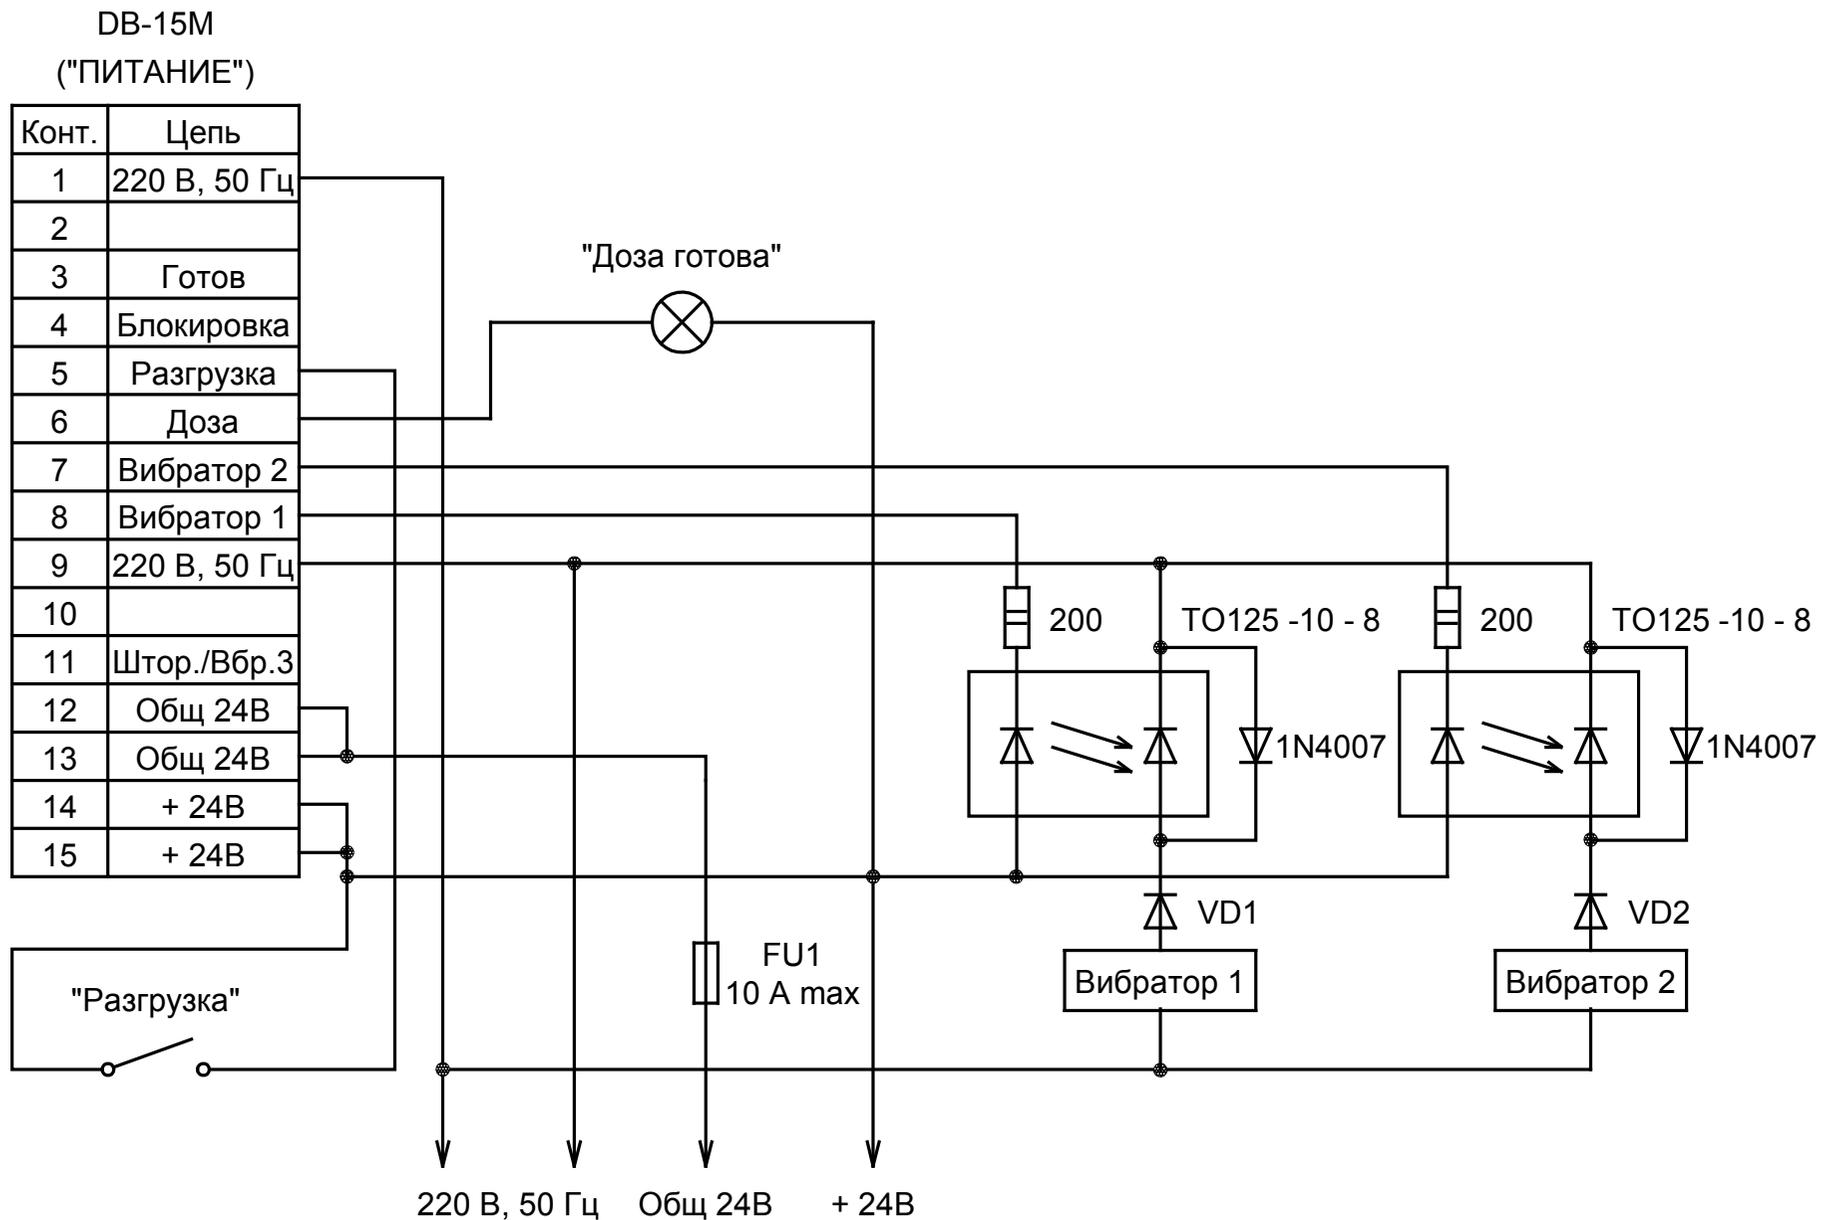

Рис. 2. Схема подключения цепей питания, вибраторов и разгрузки при установке одного БУВД на дозировочный полуавтомат.
9.2. При установке БУВД на дозировочный полуавтомат подключение вибраторов, цепей разгрузки и сигнализации выполняются в соответствии с рис. 2.